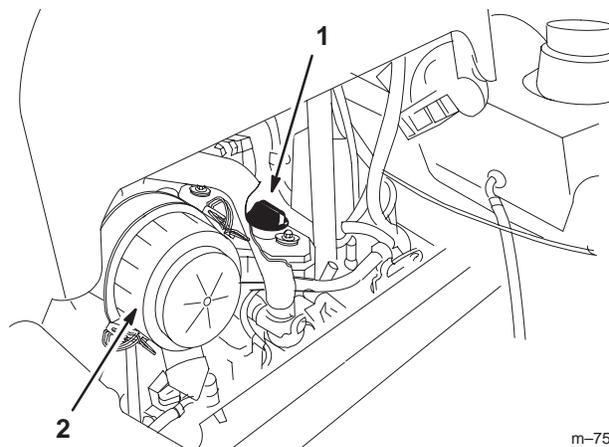

Figure 43
- Retirez le bouchon de remplissage d'huile en haut du moteur (Fig. 43). Cela facilitera la vidange de l'huile.
- Retirez le bouchon de remplissage et la jauge (Fig. 43).